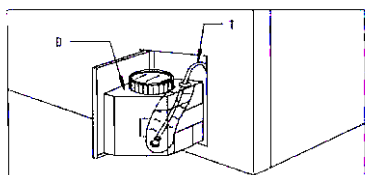

Рис. 10
- Контролируйте и поддерживайте уровень моющего раствора в бункере (D) (рис. 10) и в трубе (T), содержащей фильтр.